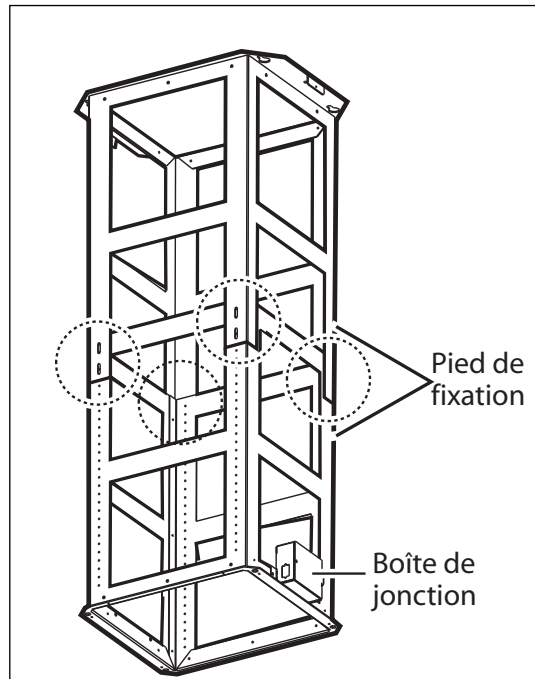

FIG.3
1. Réglez la structure de montage de la cheminée à la dimension $E + 0,95 \text{ cm}/3/8 \text{ po}$ selon le calcul de hauteur d'installation effectué à la page 7. Utilisez 2 vis par pied de fixation; voir figure 3.